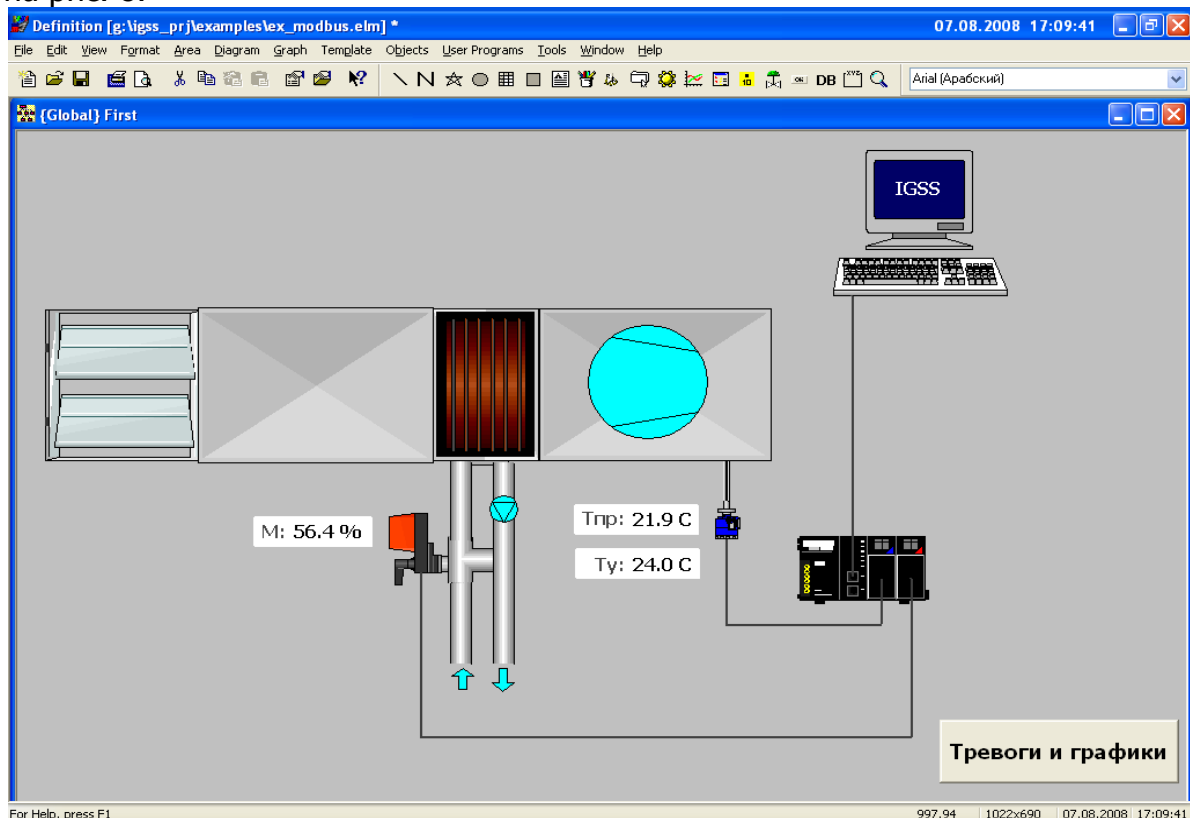

Рис. 8. — Мнемосхема с кнопкой перехода на диаграмму
- 15 На первой диаграмме поместите элемент Windows button, в свойствах которого укажите **Text to display** «Тревоги и графики». Пример диаграммы приведен на рис. 8.